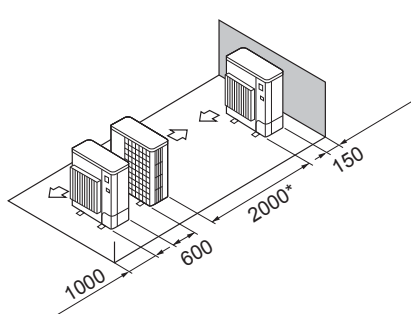

Fig. 2-12
- ⑤ Uppställning med en enskilda parallell enhet (Fig. 2-12)